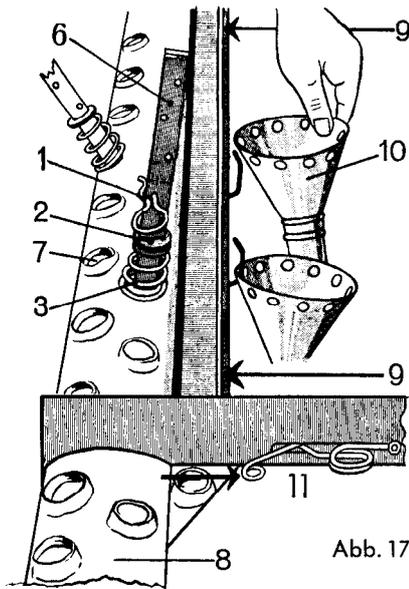

Abb. 17
1. Die Halteschiene (Abb. 17 Nr. 9) der Saatleitungsrohre nach hinten ziehen, wobei zuerst die beiden Federn (Abb. 17 Nr. 11) zurückzudrücken sind!
2. Die beiden Entleerungsmulden (1) unter die Särräder schieben, und zwar erst die Mulde ohne Haken und dann die Mulde mit Handgriff und Verbindungshaken, wobei der Verbindungshaken über die seitliche Platte des ersten Kastens greifen muß!